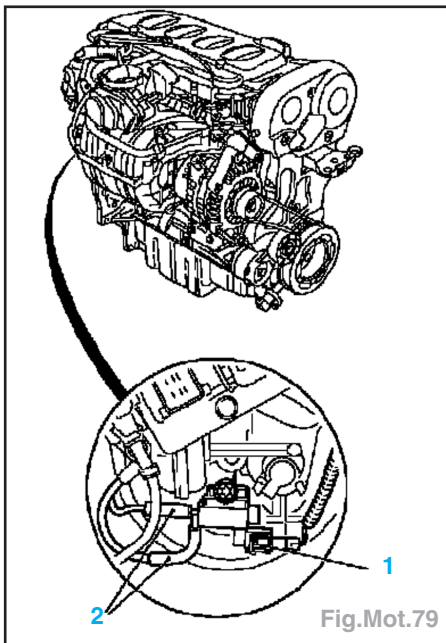

Fig.Mot.79
- Débrancher la fiche de faisceau (1) et les flexibles (2) de l'électrovanne du clapet d'inversion (Fig.Mot.79).